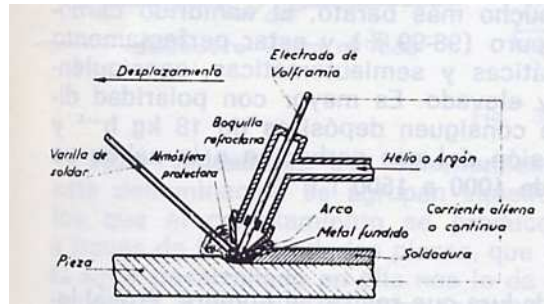

Figura 8: Soldadura TIG
- Soldadura por arco protegido con un gas inerte y electrodo refractario: En la literatura técnica se conoce como procedimiento WIG o TIG (anagramas de Wolfram o Tungsten Inert Gas) El arco se hace saltar, en una atmósfera neutra de argón o helio, entre la pieza y un electrodo de wolframio. El metal de aportación lo suministra una varilla de soldar, sin recubrimiento, de composición similar a la de las piezas que se van a unir, como se observa en la Figura 8.
Figura 8 vista frontal de la nave de Nutripen